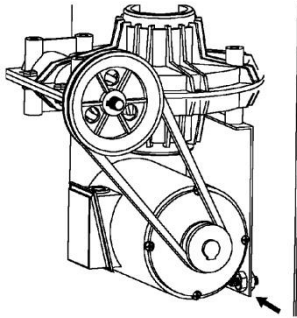

Abb. 16
- Die Spannung des Keilriemens alle 6 Monate prüfen (Abb. 16).